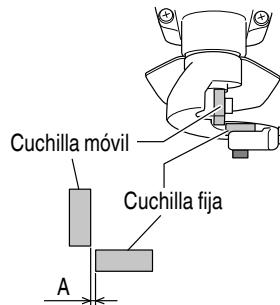
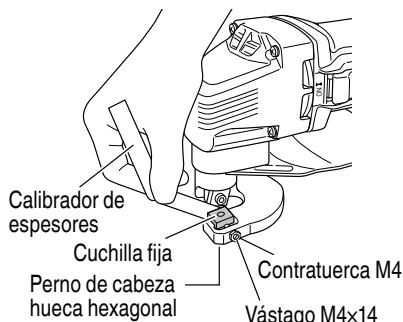

Fig. 5
Fig. 6
5. Cambio de herramientas de aplicación (Fig. 5, 6)
Ajuste la holgura horizontal entre las cuchillas (Fig. 5) aproximadamente 1/10 parte del grosor de la chapa de acero que desee cortar, de acuerdo con los procedimientos siguientes. (Fig. 6)
Las cizalla emplean cuchillas no reutilizables. Cada cuchilla tiene 8 filos, como se muestra en la Fig. 5. Después de cortar 1300 ft. (400m) metros de chapa con un filo, el rendimiento de corte caerá. En tal caso, gire la cuchilla en otro sentido a fin de emplear otro filo. Después de haber empleado los 8 filos, reemplace la cuchilla.